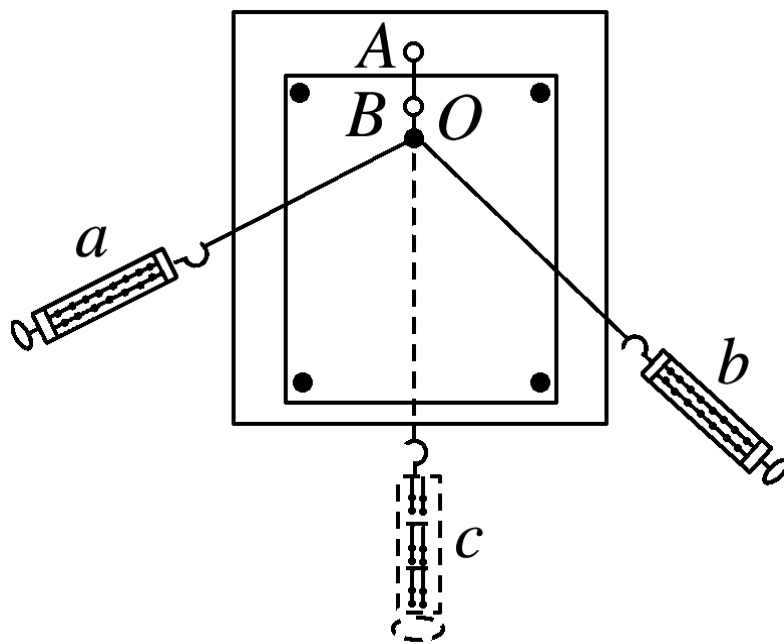

图 4
(1) 原理：如图 4 所示，两只弹簧测力计 a 、 b 成角度拉橡皮条 AB 和一只弹簧测力计 c 拉橡皮条 AB 的效果相同，这个效果就是指橡皮条的形变量（大小和方向）相同（两次必须把橡皮条拉至同一位置）。